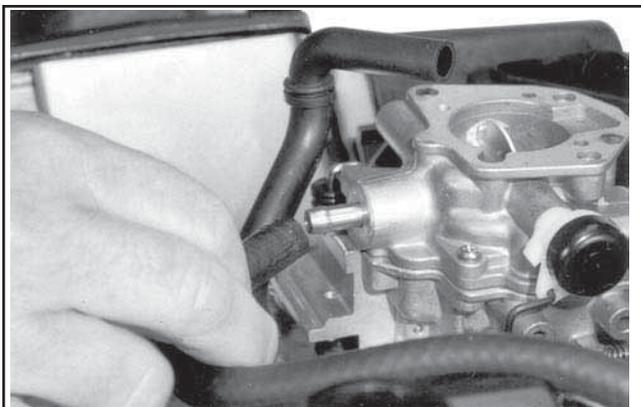

Figure 11-91. Connexion du tuyau d'entrée du carburant.
1. Attacher le tuyau d'évent en caoutchouc au couvercle du reniflard. Connecter le tuyau d'entrée du carburant au carburateur et fixer avec un étau. Voir la Figure 11-91.